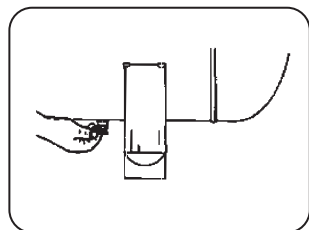

FIGURA 9.1
10. Verifique o funcionamento da válvula de segurança (Figura 9.1) com o produto desligado e com o reservatório sem pressão, para evitar acidentes.